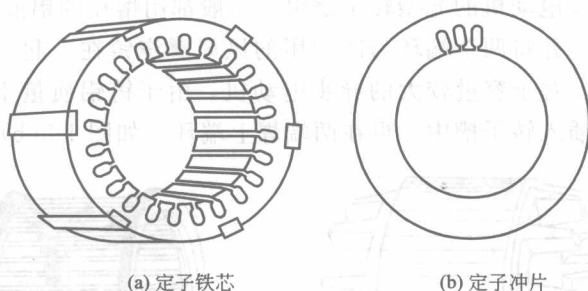

图 1-3 定子铁芯与定子冲片
(1) 机座 机座是电动机的外壳和支架，它的作用是固定和保护定子铁芯及定子绕组并支撑端盖。中小型异步电动机的机座一般都采用铸铁铸成，小机座也有用铝合金铸成的。大型异步电动机的机座大多采用钢板焊接而成。机座上设有接线盒，用以连接绕组引线和接入电源。为了便于搬运，在机座上面还装有吊环。
(2) 定子铁芯 定子铁芯是电动机磁路的一部分，一般用 0.5mm 厚的硅钢片叠压而成。定子硅钢片的表面涂有绝缘漆或硅钢片经氧化处理表面形成氧化膜，使片间相互绝缘，以减小交变磁通引起的涡流损耗。定子铁芯直径小于 1m 时，用整圆硅钢冲片；定子铁芯直径大于 1m 时，用扇形冲片拼成。在定子冲片的内圆均匀地冲有许多槽，用以嵌放定子绕组。定子铁芯与定子冲片如图 1-3 所示。
(3) 定子绕组 定子绕组是电动机的电路部分。三相异步电动机有三个独立的绕组（即三相绕组），每相绕组包含若干线圈，每个线圈又由若干匝构成。中小型电动机的线圈一般采用高强度漆包